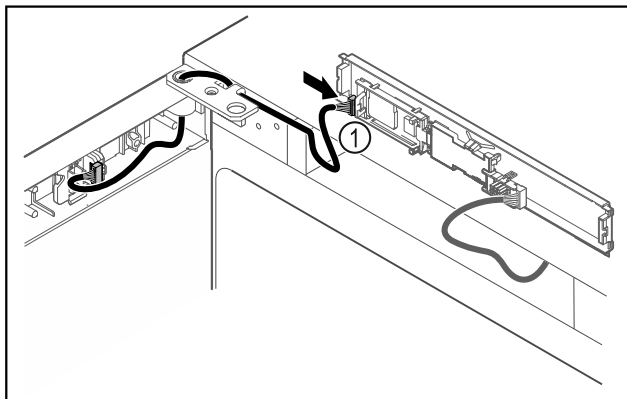

Fig. 50
- Sæt stikket Fig. 50 (1) i på printkortet.